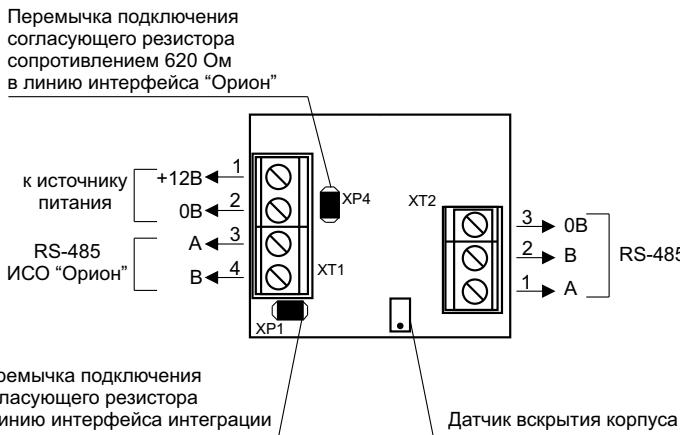
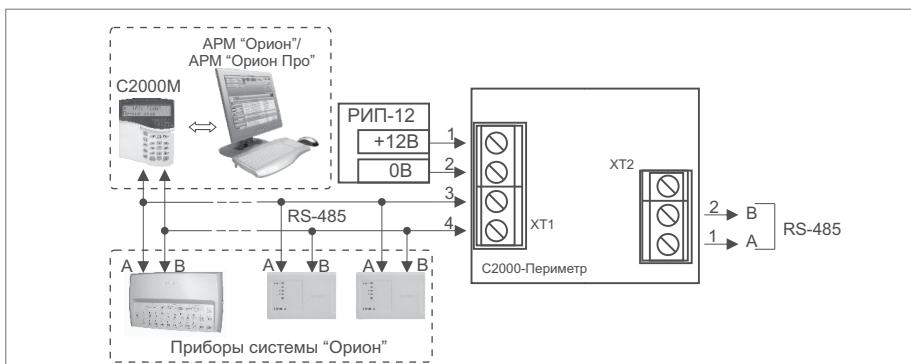

Рисунок 14. Назначение клемм и перемычек контроллера «С2000-Периметр»
Рисунок 15. Подключение передатчика RS-202TD к контроллеру «С2000-Периметр»
1.3. Подключите контроллер в соответствии с проектной документацией и схемой на рис. 15. На рис. 14 показана плата преобразователя и приведено назначение клемм и перемычек.
Если контроллер не является первым или последним в линии интерфейса RS-485, удалите перемычку с разъема XP1 (см.рис.14)